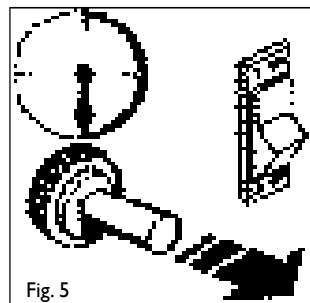

Fig. 5
- Una vez que ha tenido lugar el encendido, mantener apretado el pulsador de la válvula durante unos 10 segundos (Fig. 5). Si después de haber soltado el pulsador de la válvula el calentador se apagara, esperar un minuto y repetir la operación de encendido teniendo apretado el pulsador de la válvula durante un poco más de tiempo.